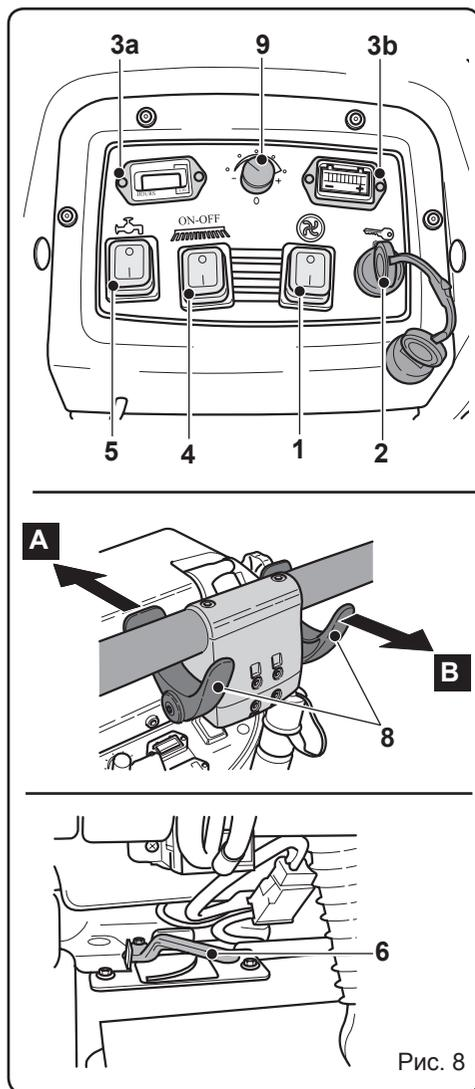

Рис. 8
6.1 ПАНЕЛЬ КОНТРОЛЯ И УПРАВЛЕНИЯ (Рис. 8)